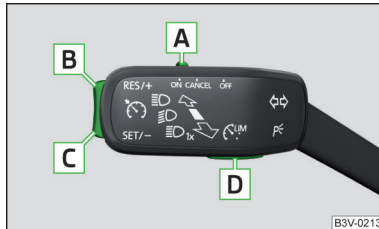

Abb. 293
Übersicht der Bedienelemente der GRA » Abb. 293
- Durch das Betätigen der Taste **D** » Abb. 293 während der Regelung wird diese abgebrochen und es wird der Geschwindigkeitsbegrenzer aktiviert.